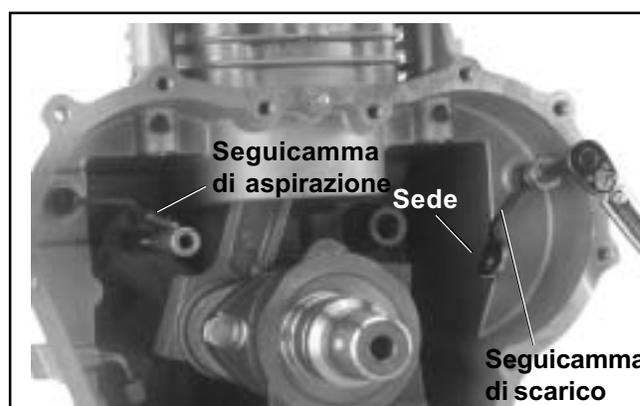

Figura 10-20. Installazione delle leve delle camme.
1. Installare le due leve delle camme come illustrato in Figura 10-20. La "sede" per l'asta di spinta deve trovarsi in "alto". Fissare ogni leva della camma con una vite esagonale M6. Serrare le viti a **7,5 N·m (65 in. lb.)**. Lubrificare la sede ed il lato inferiore della leva della camma con olio o grasso leggero.